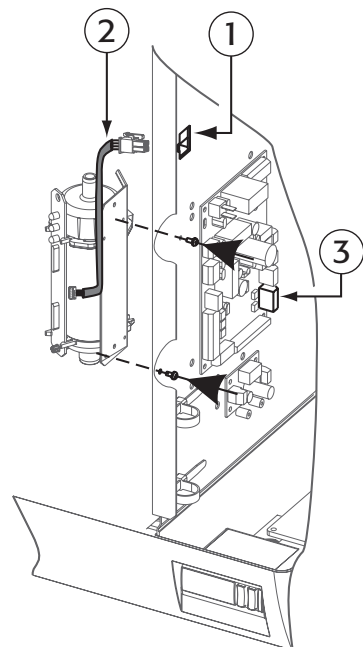

Fig. 4
1. Installare il nuovo sensore di livello fissando la staffa con le viti a corredo (Fig. 4). Collegare il cavo SL (2) tra sensore di livello e il connettore Q (1) posto sul divisorio della macchina. Ripristinare i collegamenti idraulici garantendo la tenuta idraulica tramite le fascette a corredo;
2. Installare il nuovo sensore di livello, fissando la staffa con le viti a corredo (Fig. 4). Collegare il cavo SL (2), tra sensore di livello e connettore Q (1) posto sul divisorio della macchina. Ripristinare i collegamenti idraulici garantendo la tenuta idraulica tramite le fascette a corredo.
1. Install the new level sensor, fastening the bracket using the screws supplied (Fig. 4). Connect the SL (2) cable between the level sensor and connector Q (1) located on the partition of the unit. Restore the water connections, ensuring water-tightness by using the clamps supplied;
2. Install the new level sensor, fastening the bracket using the screws supplied (Fig. 4). Connect the SL (1) cable between the level sensor and connector Q (1) located on the partition of the unit. Restore the water connections, ensuring water-tightness by using the clamps supplied.